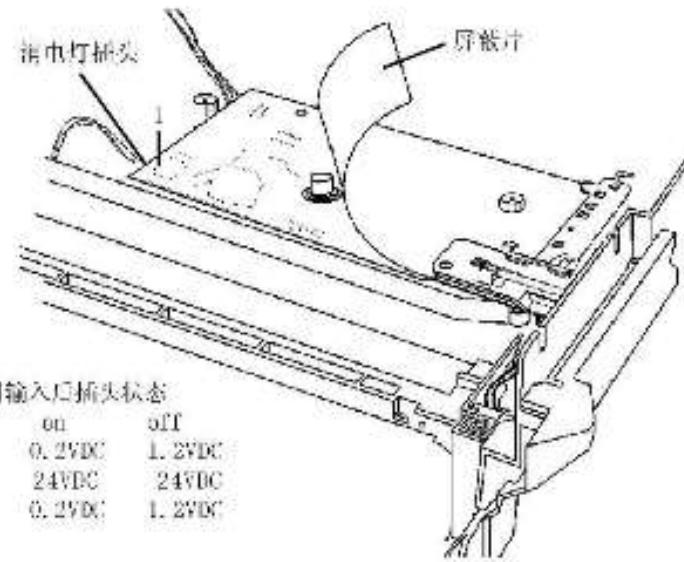

图 10 消电灯输出电压检查
- 断开消电灯插头(图 10)。
- 按 Start 以激励消电灯并测量电压(图 10)。
测得的电压符合图 10 中的规格。